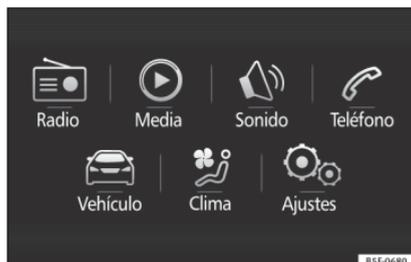

Fig. 40 Easy Connect: Menú principal.
- Pulse la tecla **MENÚ** del sistema y posteriormente el botón de función **Vehículo** »» fig. 40, o la tecla **CAR** del sistema, para ir al menú **Vehículo** »» fig. 41.